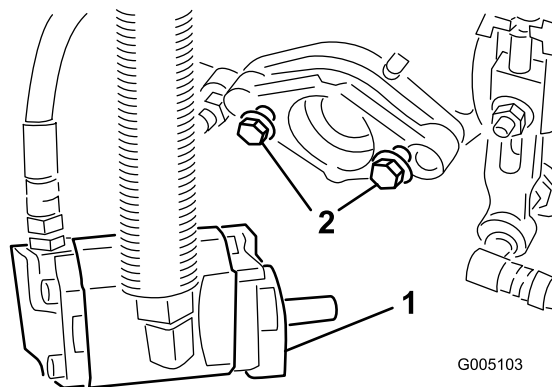

Figura 12
7. Coloque os parafusos de montagem para o motor dos cilindros em cada uma das unidades de corte. Deixe uma folga de aproximadamente 13 mm em cada parafuso de montagem (Figura 12).
11. **Aperte as porcas de montagem** (Figura 12).